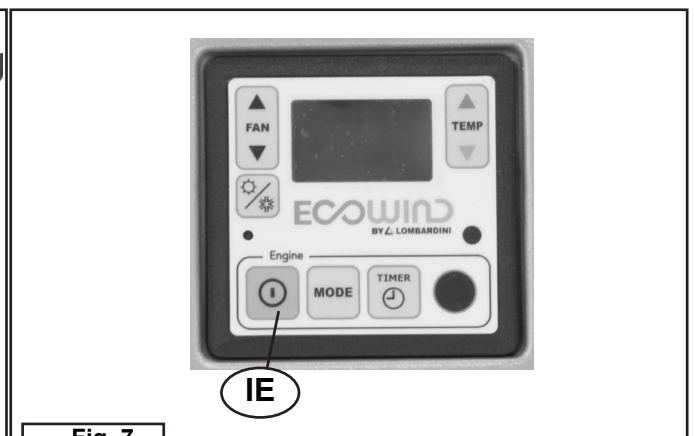

Fig. 7
- pulsante Start/Stop per arresto di emergenza **IE** (Fig. 7);